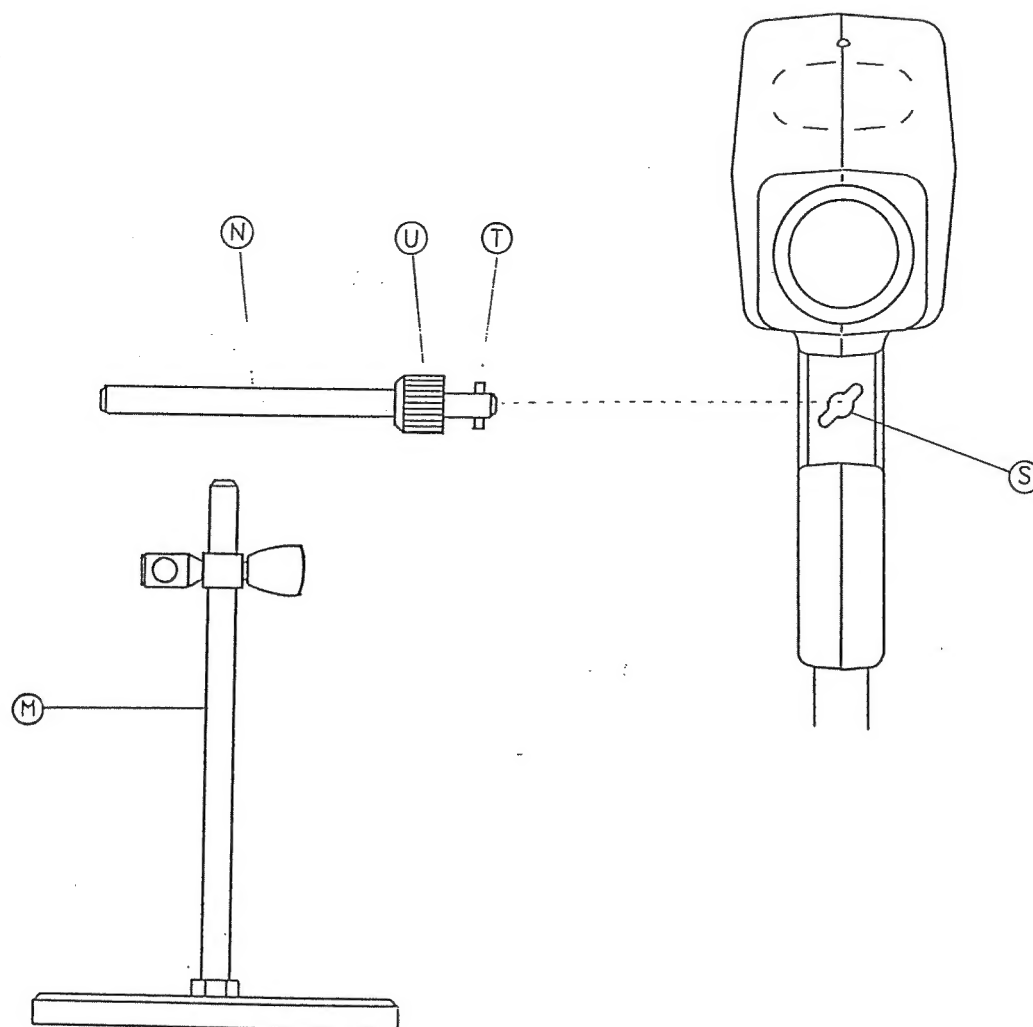

図2
- (1) ブローブスタンドを使用する場合は、図2のように放電ガン取付け金具TをSの穴に差込みTの部分でSの裏側の溝に当てがい、①を右に回して取付けます。